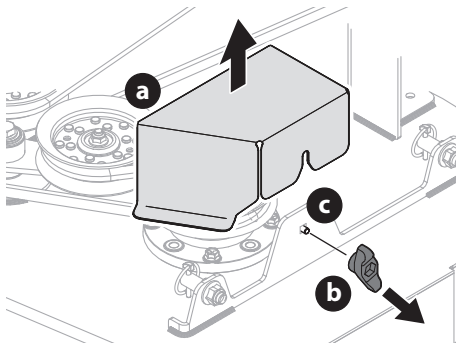

Fig. 39
- Para desmontar las cubiertas de la correa (a), retire las perillas de mariposa (b) de los tornillos de carro (c) que la sujetan a la plataforma (Fig. 39).